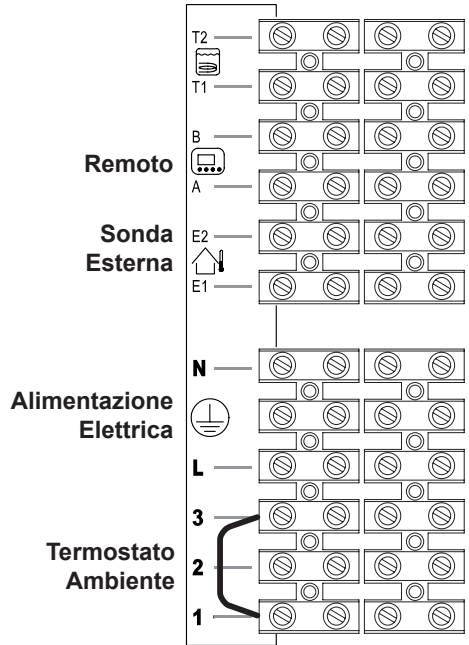
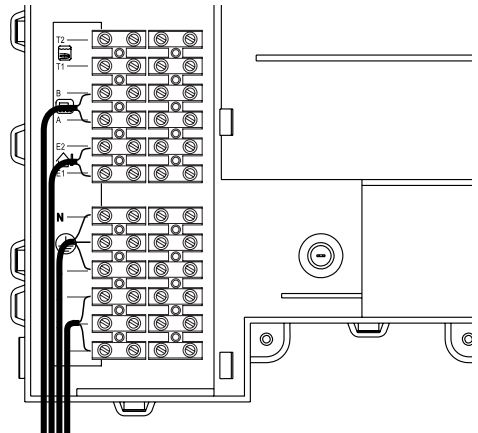

Figura 5.19
Figura 5.20
- Collegare il cavo di alimentazione elettrica proveniente dall'interruttore onnipolare alla morsetti di alimentazione elettrica della caldaia Figura 5.19 rispettando la corrispondenza della linea (filo marrone) e del neutro (filo azzurro).
Il percorso del cavo o dei fili di alimentazione elettrica della caldaia e del termostato ambiente devono seguire il percorso indicato in Figura 5.20.
Per il collegamento di un termostato ambiente servirsi dei morsetti indicati in Figura 5.19.
Per il collegamento di valvole di zona servirsi dei morsetti termostato ambiente indicati in Figura 5.19 e Figura 5.20. I conduttori elettrici dei contatti del micro della valvola di zona vanno inseriti nei i morsetti "1 e 3" della morsettiera termostato ambiente come in Figura 5.20.